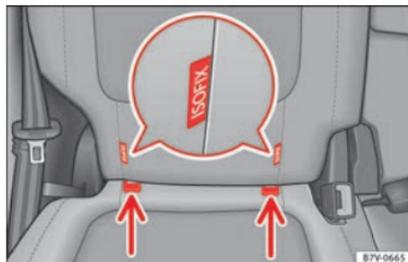

Fig. 37 Version 2 : identification des points d'ancrage du siège pour enfant sur le siège du véhicule.
- Encastrez le siège pour enfants dans les anneaux de retenue » fig. 37, dans le sens de la flèche. Le siège pour enfants doit s'encastrer de manière sûre et audible.
- Placez le siège pour enfants sur la banquette et fixez les crochets des ceintures de fixation dans les anneaux de retenue » fig. 37.